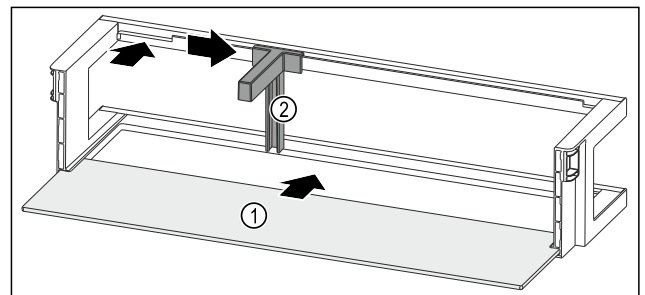

Fig. 120 Türabsteller mit Abstellfläche
- ▶ Abstellfläche Fig. 120 (1) in die seitlichen Einsparungen einschieben.
- ▶ Flaschenhalter Fig. 120 (2) in die Aussparung einsetzen.
- ▶ Flaschenhalter Fig. 120 (2) in gewünschte Position zur Seite schieben.